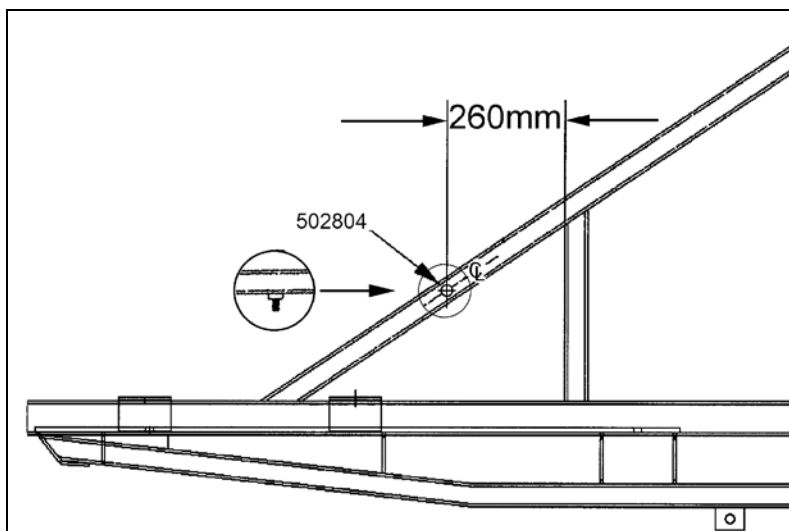

FIGURE 2 : EMLACEMENT DU BOULON #502804
7. Afin de fixer le support du réservoir septique principal, souder la tête du boulon #502655 sur le tube carré oblique à 260mm du montant (figure 2).